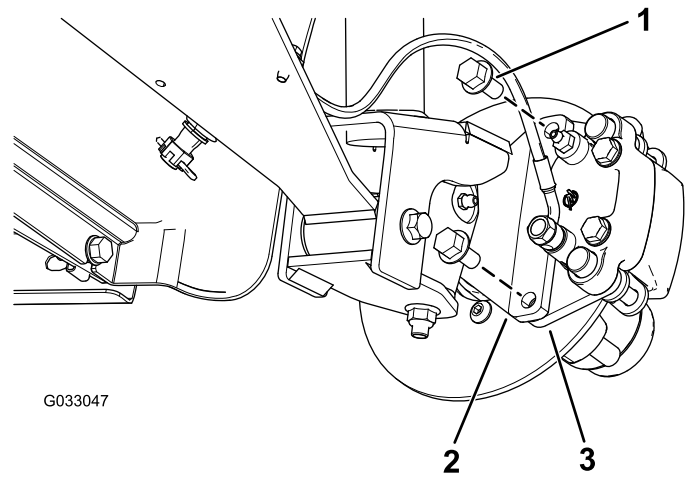
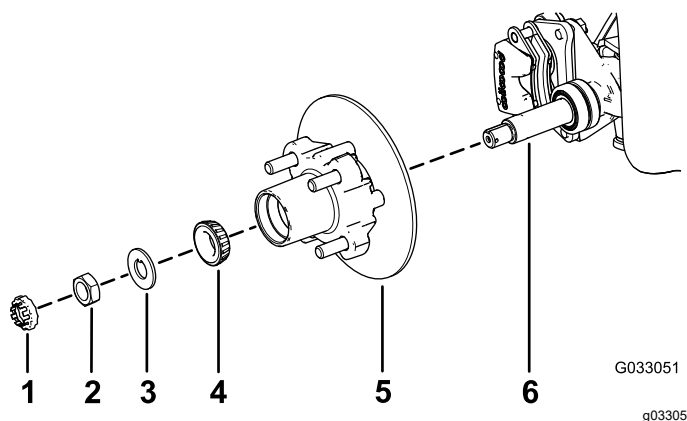

Figura 26
Figura 30
3. Retire os parafusos de cabeça 1/2a flangeada (3/8 x 3/4 pol.) que prendem o suporte para o conjunto dos travões ao eixo e afaste o travão do eixo (Figura 26).
1. Aplique uma leve camada do lubrificante especificado no eixo (Figura 30).
2. Monte o cubo e o rotor no eixo com o rotor interior (Figura 30).
3. Monte o rolamento exterior no eixo e coloque o rolamento na correia exterior (Figura 30).
4. Monte a anilha com patilha no eixo (Figura 30).
5. Enrosque a porca do eixo no eixo e aperte a porca com 15 N·m, enquanto roda o cubo para assentar o rolamento (Figura 30).
2. Alinhe as pastilhas dos travões com cada lado do rotor (Figura 26) e os orifícios no suporte da pinha com os orifícios na montagem dos travões da estrutura do eixo (Figura 30).
3. Prenda o suporte da pinha à estrutura do eixo (Figura 26) utilizando os dois parafusos de cabeça flangeada ($\frac{3}{8} \times \frac{3}{4}$ pol.)